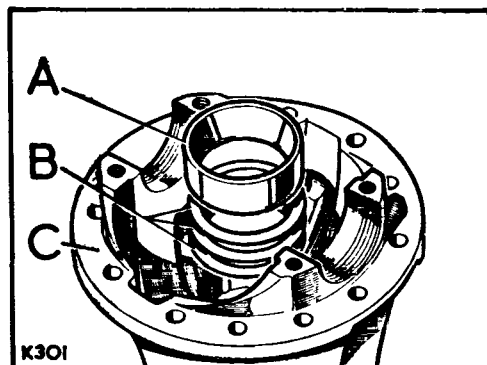

Fig. E1-48.- Pista exterior de cojinete de extremo del piñón.
3.02.- Montar a presión en el cárter del piñón la pista exterior del cojinete de cabeza. (Fig. E1-48).